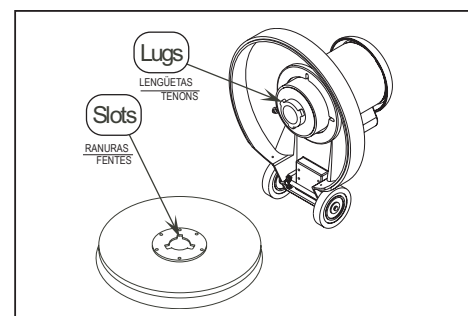

Figura 2
1. Alinee las lengüetas con las ranuras correspondientes del impulsor de la almohadilla y gire del impulsor de almohadilla en sentido anti-horario para que quede fijo en su lugar (figura 2).